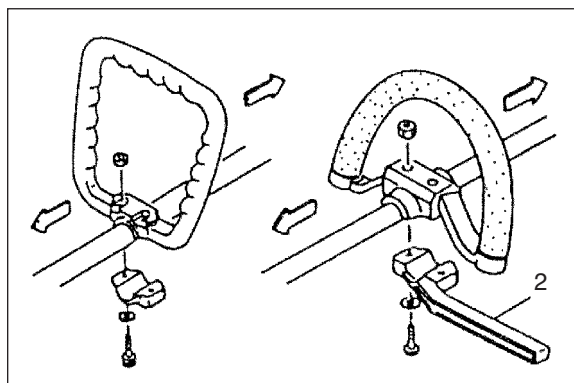

Fig.1-2
Hvis du bruker stål/faste blader på en rette akseltrimmere eller hekklippere må du alltid bruke skrankestang (2) og skuldersele med slyngehåndtak. (Fig.1-2, 1-2B)